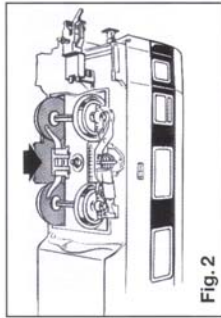

Fig. 2
2. Die Radkontaktfeder in die Drehgestellöffnung einführen und durch Festdrücken einrasten lassen (Fig. 2). Darauf achten, dass die beiden Radkontakte an den Radinnenseiten anliegen. Auf diese Weise alle vier Radkontaktfedern montieren.